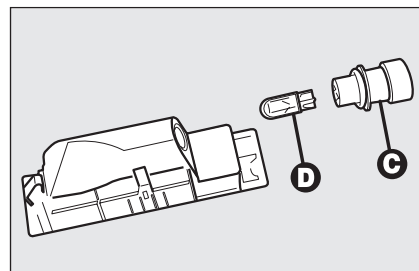

fig. 37
- ☐ enlever le porte-lampe **C-fig. 37** en le faisant tourner légèrement et remplacer l'ampoule **D** insérée à pression.